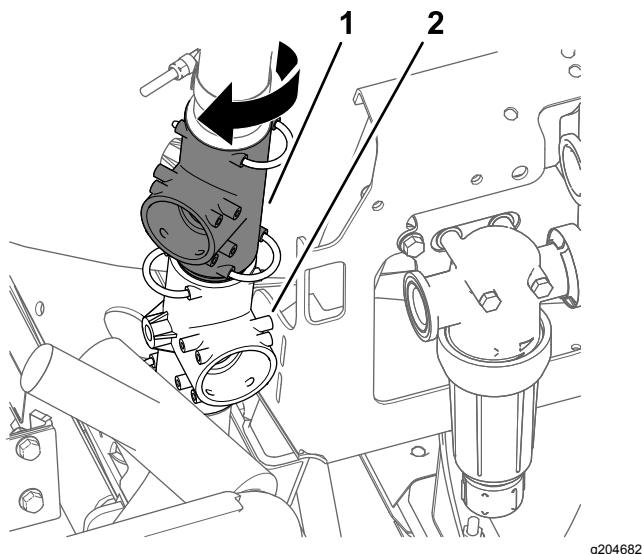

Рисунок 5
5. Поверните верхний тройник приблизительно на 45° по часовой стрелке (Рисунок 5).